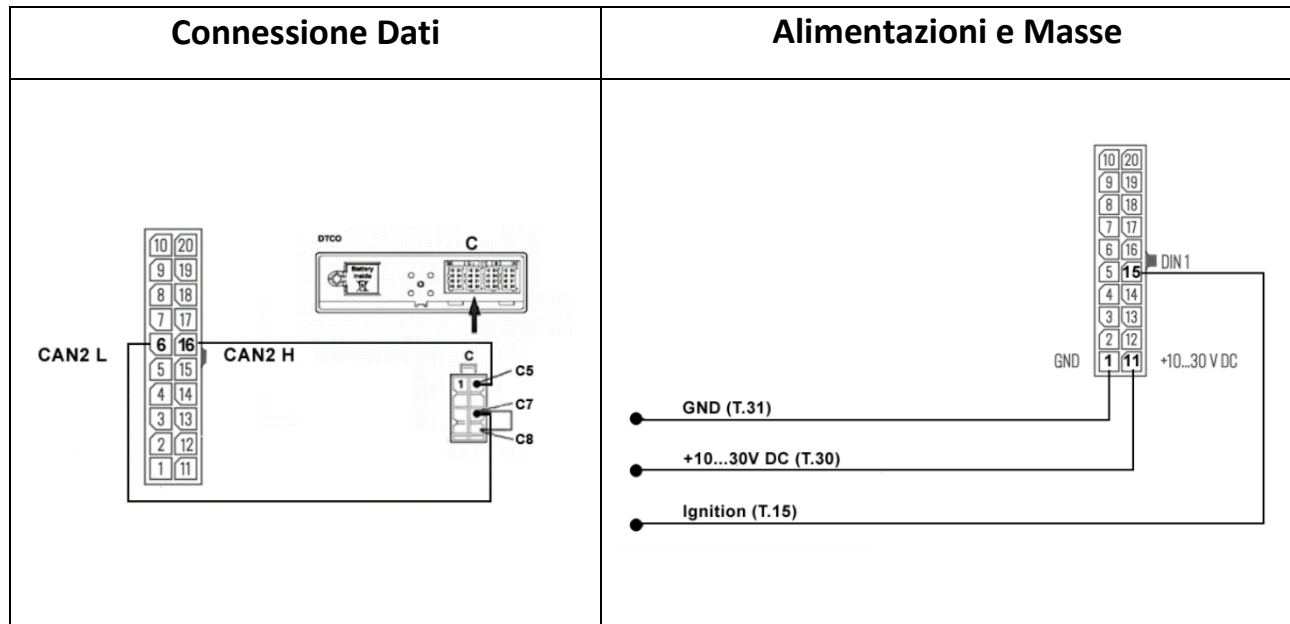

Fig. 1
- **Se tra i PIN 5, 7 del connettore rosso C tachigrafo è presente un collegamento è possibile collegarsi in parallelo come da schema (fig 1 e tab 2) con impedenza di 60 Ohm a quadro spento.**